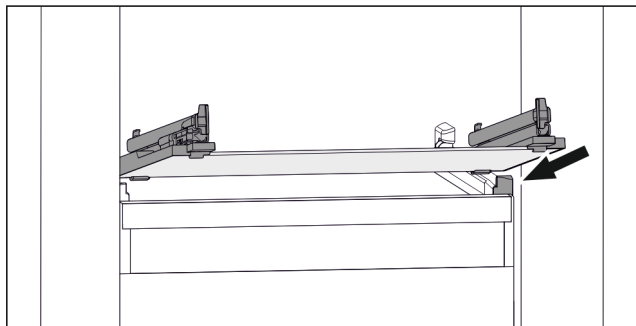

Fig. 91 Exemple de représentation de la tablette en verre
- ▶ Placer la tablette en verre, en l'inclinant, derrière les butées. (voir Fig. 91)